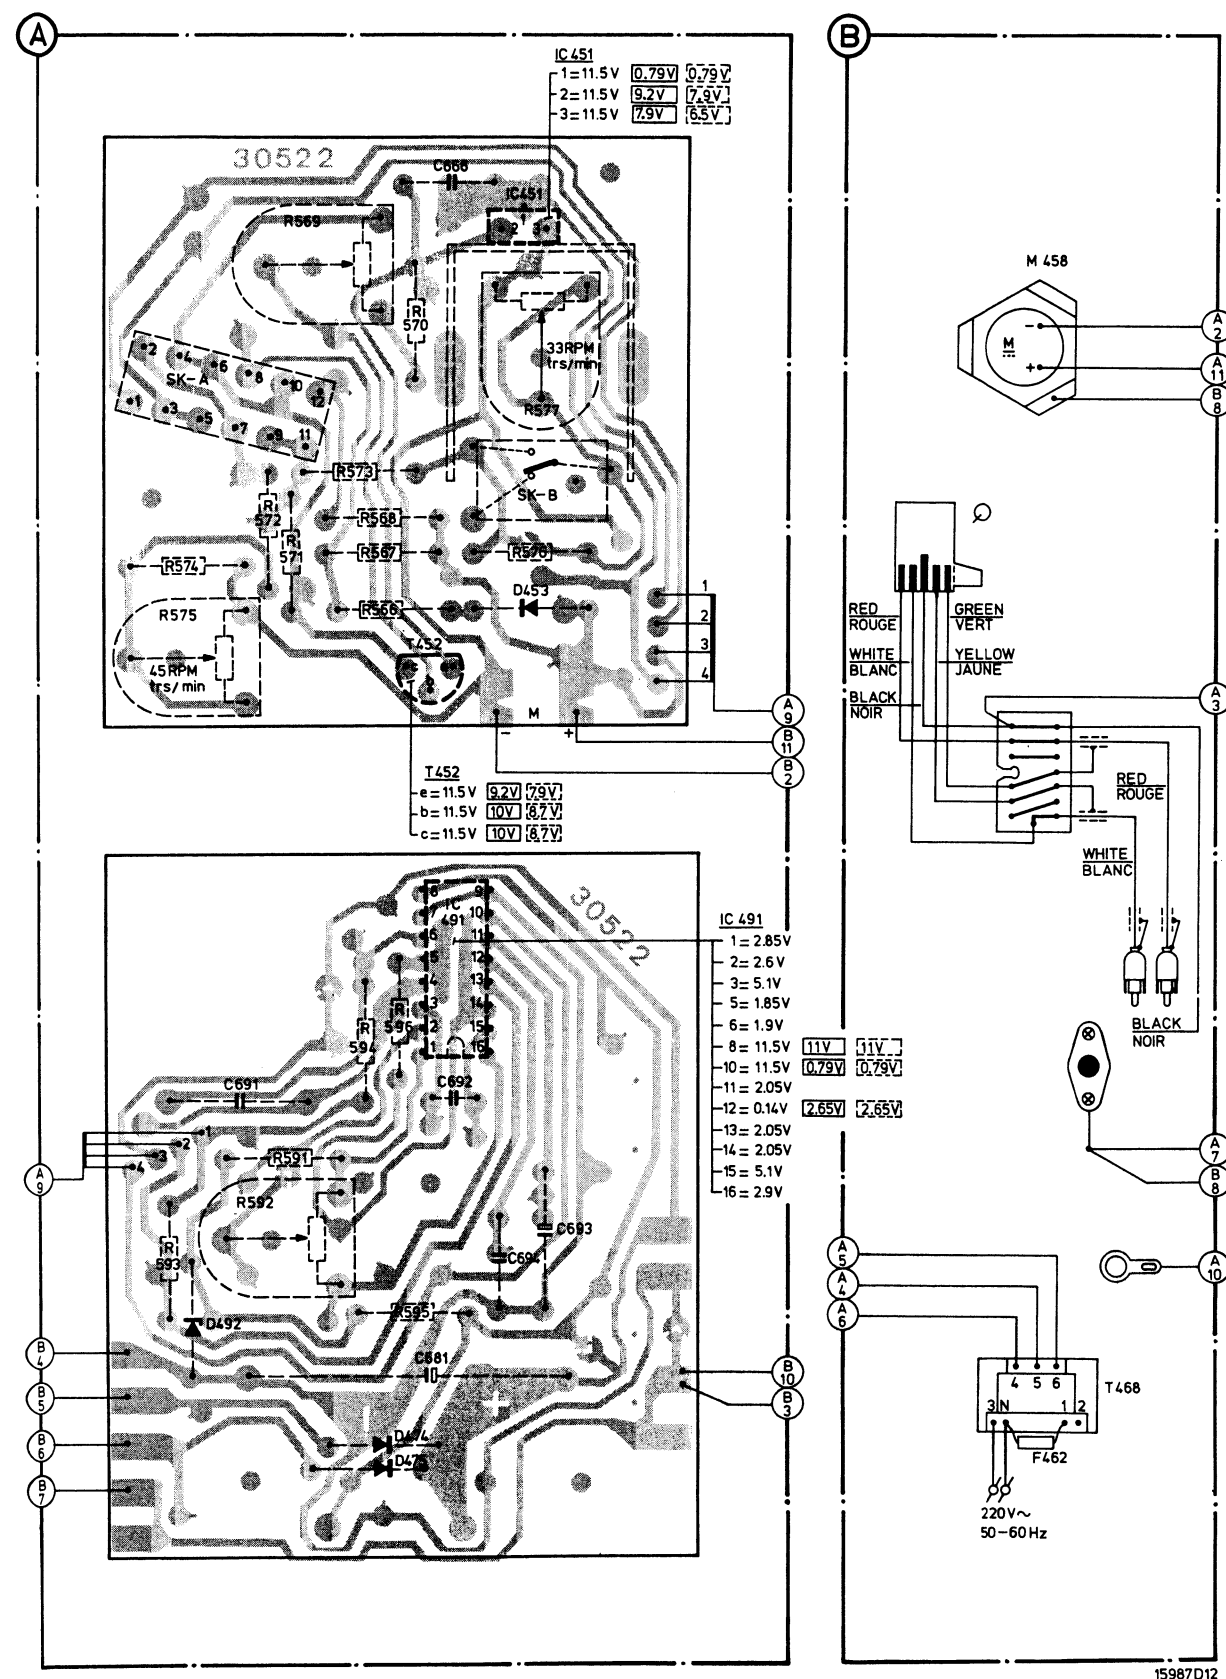

Fig. 8
C. Con R592 regolare la tensione misurata sul punto 4 dell'IC491 su di 0.85 V (Fig. 8,9).
C. Justera med R592 så att spänningen på stift IC491 är 0.85 V (Fig. 8,9).